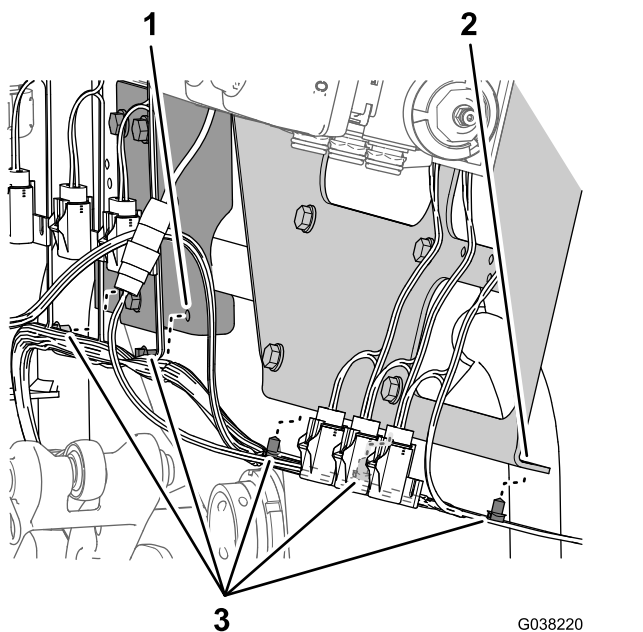

Figura 50
4. Fissate il cablaggio preassemblato della macchina alla staffa per le valvole dell'agitatore, di frequenza e di irrorazione principali e alla staffa per le valvole di sezione con i 5 dispositivi di fissaggio a spinta (Figura 50).